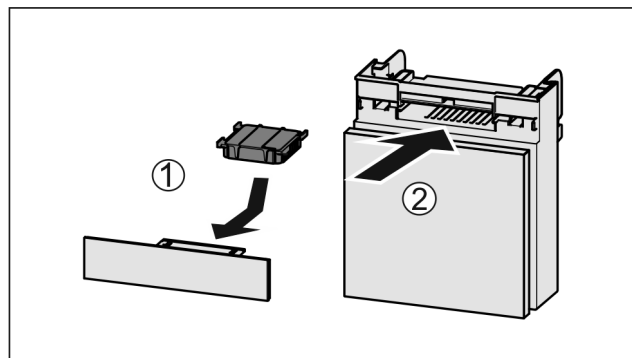

Fig. 97
- Inserire il vano Fig. 97 (2).